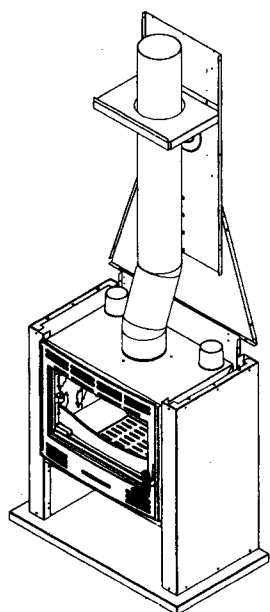

Fig.7
- 5) * Effectuer le raccordement à l'aide d'un tuyau flexible justiciable de l'avis technique correspondant à l'appareil utilisé (bois, fioul, gaz) en respectant les critères des figures 2 et 3 en page 2 et des D.T.U. correspondants (Fig. 7).